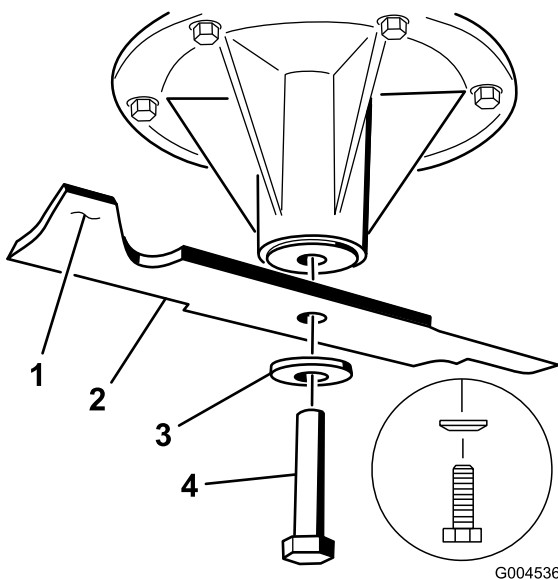
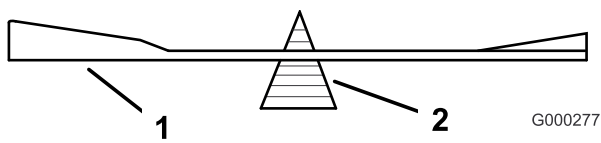

Figure 56
Figure 59
2. Pour les plateaux de coupe de 40 et 48 pouces, enlevez le boulon de lame, la rondelle bombée et la lame de l'axe de pivot (Figure 56).
2. Vérifiez l'équilibre de la lame en la plaçant sur un équilibreur (Figure 59). Si la lame reste horizontale, elle est équilibrée et peut être utilisée. Si la lame est déséquilibrée, limez un peu l'extrémité de la partie incurvée seulement (Figure 56). Répétez la procédure jusqu'à ce que la lame soit équilibrée.
1. Placez la lame sur l'axe (Figure 56).
Important: Pour une coupe correcte, la partie incurvée de la lame doit être tournée vers le haut et dirigée vers l'intérieur du carter de tondeuse (Figure 56).
2. Sur les plateaux de coupe de 40 et 48 pouces, montez la lame, la rondelle bombée et le boulon de lame (Figure 56).